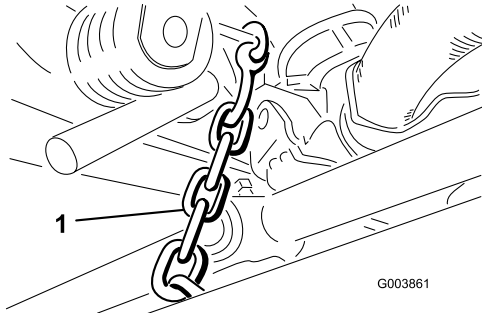

Figura 11
9. Separe a corrente de bloqueio do braço de elevação e fixe-o ao tubo transversal de cada unidade de corte traseira com um perno, anilha chata e porca de bloqueio (Figura 11).